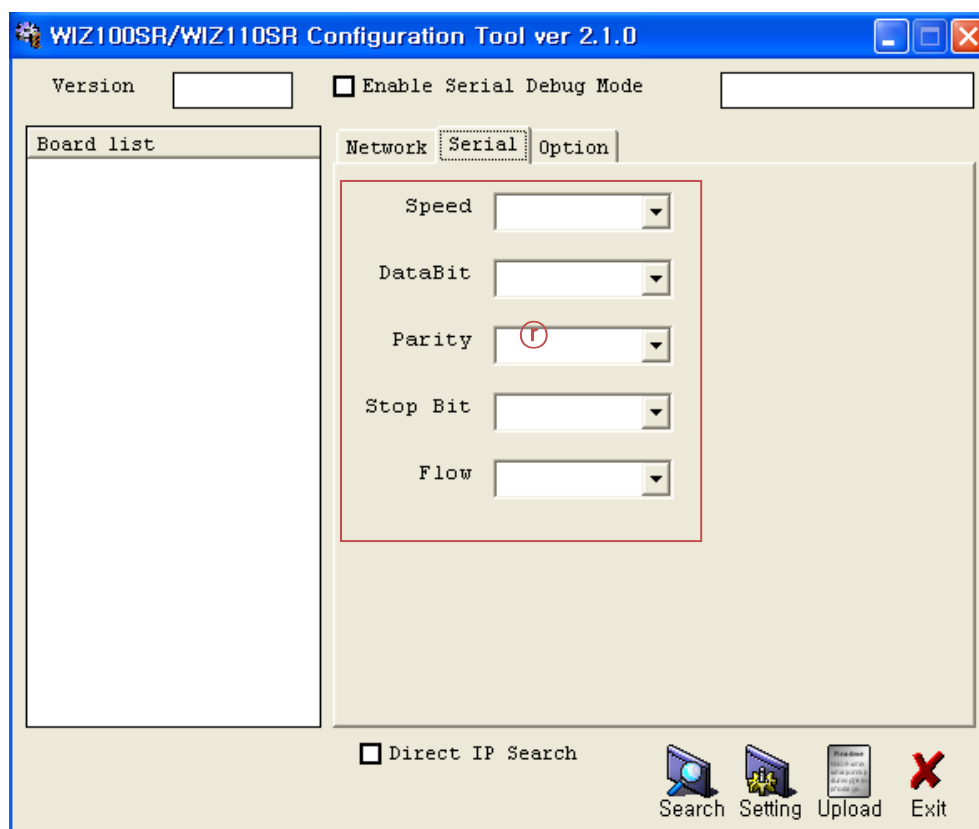

Figure 7. Configuration Tool 초기화면(Serial Config.)
2. Figure 7의 ㉔와 같이 Option 탭 - “Password (TCP Server)” 그룹 - “Enable” 체크박